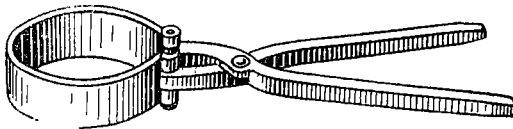

Рис. 86. Приспособление для установки поршня с кольцами в цилиндр двигателя
3. Приспособление для установки поршня с кольцами в цилиндр двигателя (рис. 86).